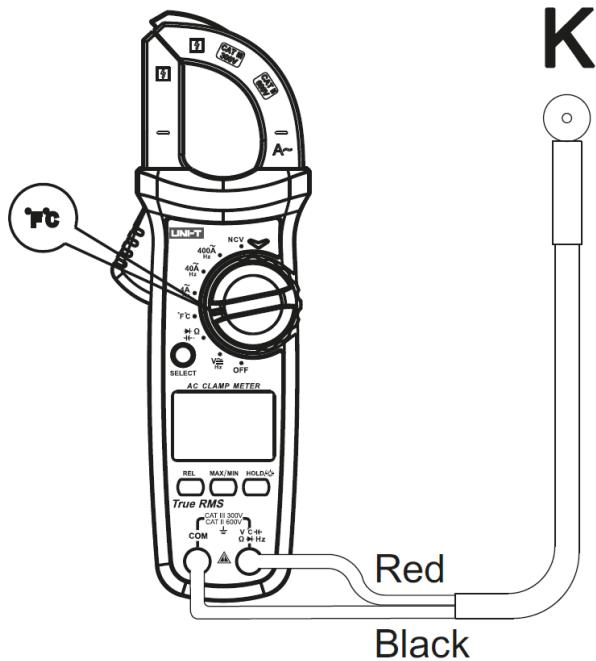

FIGURA 5
7. Medição de Temperatura (Apenas UT202+, Figura 5)